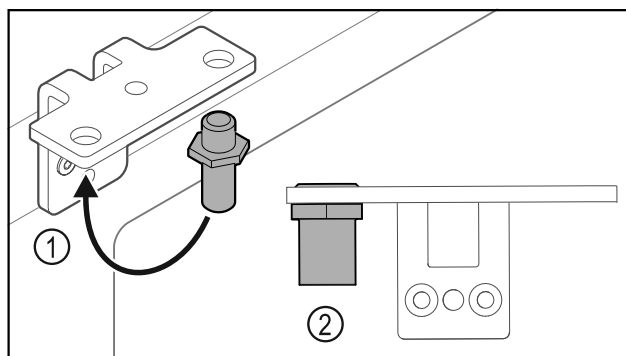

Fig. 28
- Cambiar la posición del perno Fig. 28 (1) en la escuadra de bisagra.
- Apretar el perno Fig. 28 (2) con un **par de 12 Nm**.